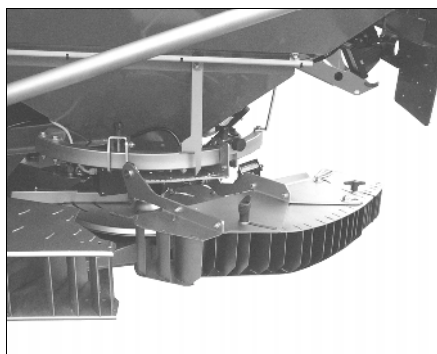

Рис. 46
- Для эксплуатации опустите отражающий щиток для распределения на границах при помощи гидравлики в рабочее положение (Рис. 46).